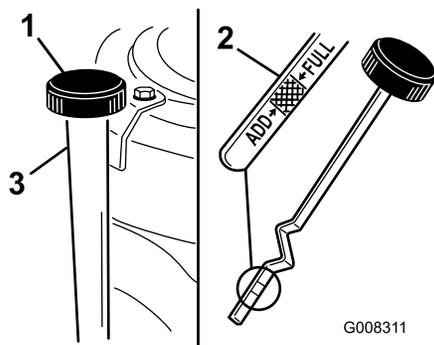

Figure 25
7. Nettoyez la surface autour de la jauge (Figure 25) pour éviter de faire tomber des impuretés dans l'orifice de remplissage, ce qui endommagerait le moteur.
8. Retirez la jauge d'huile et essuyez soigneusement l'extrémité métallique (Figure 25).
9. Revissez la jauge complètement dans le goulot de remplissage (Figure 25).
11. Nettoyez la surface autour du bouchon de la jauge de niveau d'huile et dévissez le bouchon (Figure 25).
12. Versez avec précaution environ 80 % de l'huile moteur dans le goulot de remplissage (Figure 25). voir Vidange de l'huile moteur et remplacement du filtre.